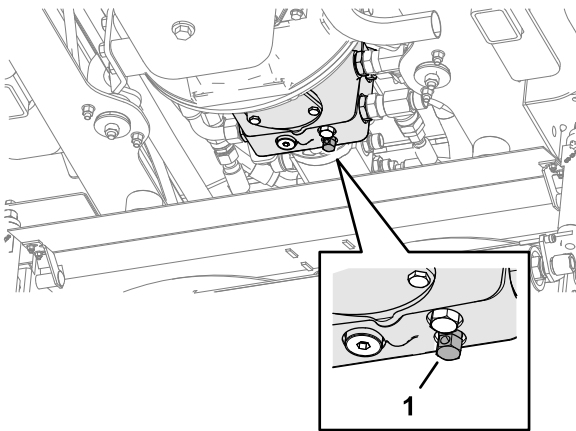

Bild 37
- Lösen Sie die hydraulische Betriebsbremse, indem Sie das Sicherheitsventil, das unter der Getriebepumpe sitzt, um maximal drei Umdrehungen nach links drehen (Bild 37).